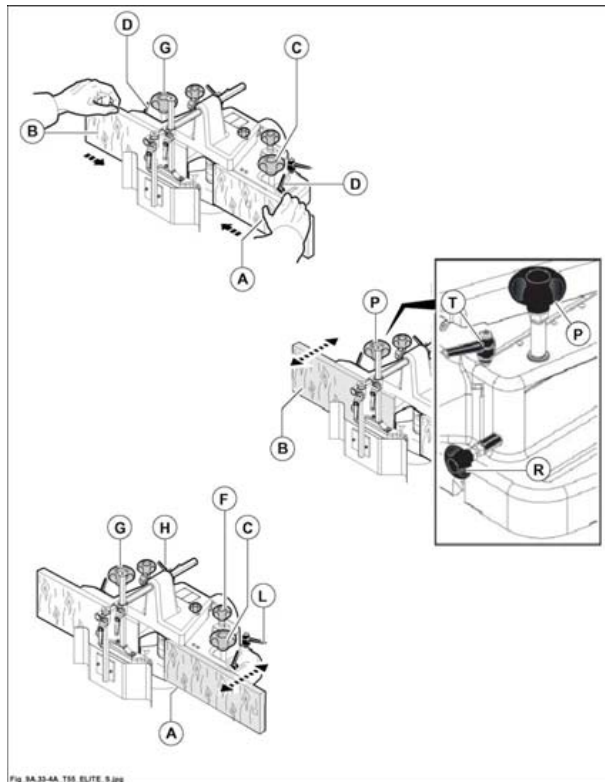

Fig. 9.33-4A
In questa configurazione è possibile arretrare la guida in uscita (B fig. 9.33-4A) fino a 5 mm.
- Allentando i pomelli (G, C fig. 9.33-4A) spostare l'intera guida cuffia nella posizione più idonea alla profondità di asportazione che si vuole ottenere, poi serrare i pomelli.
- Le semiguide (A e B fig. 9.33-4A) devono essere il più vicino possibile all'utensile (circa 2-3 mm). Per effettuare questa regolazione agire sulle maniglie (D fig. 9.33-4A) poste dietro alle rispettive semiguide.
Per un'ulteriore regolazione micrometrica della profondità di asportazione registrare la semiguida (B fig. 9.33-4A) come segue:
- allentare la maniglia (T fig. 9.33-4A).
- Svitare il registro ruotando il pomolo (R fig. 9.33-4A) in senso antiorario.
- Ruotare il pomello (P fig. 9.33-4A) in senso orario per ottenere l'arretramento voluto della guida (B fig. 9.33-4A).
- Serrare la maniglia (T fig. 9.33-4A).
Per registrare micrometricamente la semiguida (A fig. 9.33-4A):
- accertarsi che la leva (H fig. 9.33-4A) e il pomello (G fig. 9.33-4A) siano bloccati.
- Allentare il pomello (C fig. 9.33-4A) e la leva (L fig. 9.33-4A).
- Ruotare il pomello (F fig. 9.33-4A) e, con una barretta, controllare l'allineamento della semiguida con l'utensile.
- A regolazione eseguita serrare pomello (C fig. 9.33-4A) e la leva (L fig. 9.33-4A).
- Ruotare il pomello (P fig. 9.33-4A) in senso antiorario fino a battuta.
- Ruotare il pomello (R fig. 9.33-4A) in senso orario fino a battuta.
- Arretrare la guida (B fig. 9.33-4A) ruotando il pomello (P fig. 9.33-4A) in senso orario fino a battuta.